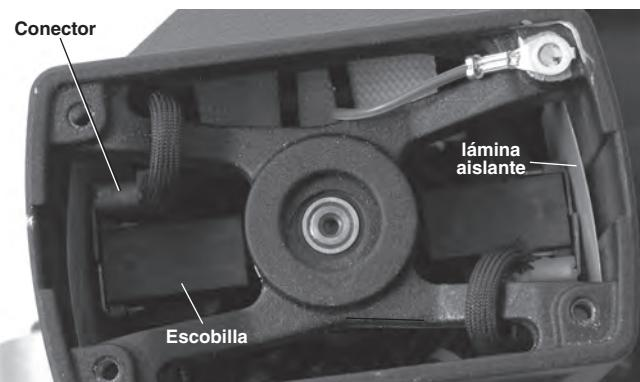

Figura 19 – Colocación de escobillas (se ha quitado la tapa del motor)
4. Con alicates, jale las escobillas en línea recta hacia afuera. Desconecte el conector. Vea la Figura 19.